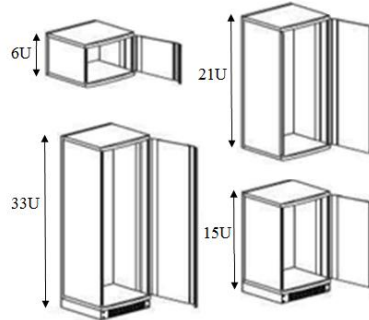

Figure 4: Dimension des armoires de brassage
c) En tenant compte des contraintes de l'espace et du budget, choisir la dimension convenable de l'armoire de brassage que nous allons utiliser pour l'administration (voir **Figure 4**) et noter sa référence (voir **Annexe 2**). Justifier votre choix. (0.75pt)
Voir figure 4